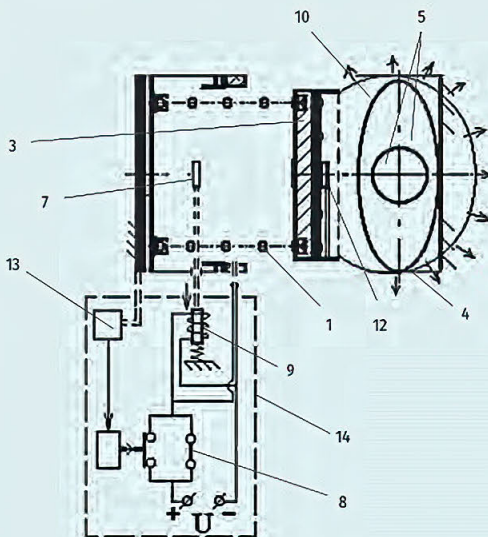

Рис. 3. Схема срабатывания устройства «Объятие» с зависимыми (объединенными) ветвями:
Устройство содержит пластину 3 круглой или овальной формы, закрепленную на свободном конце элемента 1 («головке») и обращенную наружу к сиденью 4. Сиденье 4 расположено, например, за водительским сиденьем 2 на уровне его спинки (2). Предусмотрена возможность расфиксации упругого элемента 1 (или пластины 3) электрической системой управления (СУ) 6 (рис. 3) и фиксатором 7, как правило плоским стержнем (иначе — системой блокировки пассажира), по команде водителя или иного ответственного лица (экспедитора), перемещения пластины 3 под действием элемента 1 в сторону сиденья 4 и последующего импульсного ударного или статического сдавливающего воздействия на него. При выполнении элемента 1 в виде конической пружины СУ может быть усложнена: предусмотрено управление фиксатором через электромагнитное устройство 9 не включением-выключением, а постепенным увеличением тока в обмотке.
Система 6 может включать в себя ручной выключатель 8 цепи подачи напряжения на обмотку исполнительного устройства 9 (электромагнит, соленоид) вывода из взаимодействия с пружиной 1 фиксатора 7 (см. рис. 3).
Системы 6 и 11 могут быть объединены в единую СУ 14 блокировки и безопасности на правах параллельных, «независимых» ее ветвей управления фиксатором 7 и пиропатроном 12 (рис. 5). При этом обеспечена возможность срабатывания подушки 10 одновременно с расфиксацией элемента 1: в электросхеме (рис. 3, 2) цепи питания обмотки соленоида 9 и пиропатрона 12 (напряжения U) запараллелены. Выведено на пиропатрон 12 и «ручное» управление подачи питания. Устройство функционирует следующим образом.
В случае аварии, например лобового столкновения с другим транспортным средством, по сигналу датчика(ов) 13 ускорения замыкается электроцепь питания пиропатрона 12, что вызывает срабатывание подушки 10. Под воздействием газообразного рабочего тела под давлением подушка заполняет собой большую часть пространства перед пассажиром 5, обеспечивая защиту его жизни и здоровья. Пассажир 5 в сознании имеет возможность покинуть транспортное средство, оперативно освободившись от «нежных объятий» подушки 10 (если не предусмотрено автоматическое сдвигание), например разгерметизировав ее, разрушив подручными средствами целостность ее оболочки. Если система управления 14 предусматривает одновременную автоматическую выдачу питания параллельно на обмотку соленоида 9 (см. рис. 3), то вследствие освобождения упругого элемента 1 от фиксатора 7 пластина 3 выдвигается под действием переменной силы упругости в сторону торса пассажира 5 (см. рис. 2). Одновременное выдвигание пластины 3 и надутие подушки 10 при их последовательном расположении (при ходе Н) приводят к равновесному состоянию фиксирующе-защитной системы «сиденье 2 — пружина 1 — пластина 3 — подушка 10».